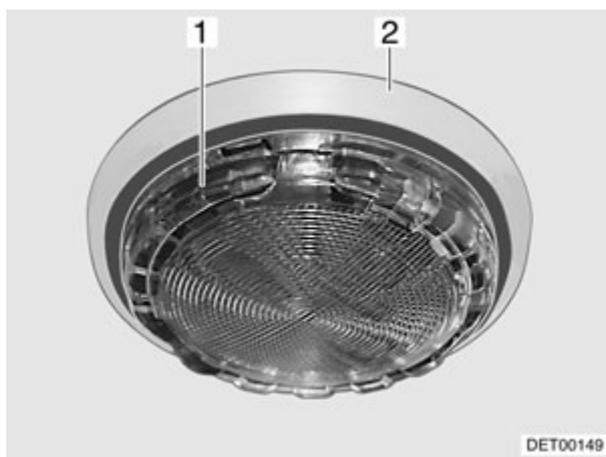

Fig. 202 Lampe lit escamotable (modèle I)
- Enfoncer légèrement le couvercle en verre (Fig. 202,1) dans la douille (Fig. 202,2) et tourner dans le sens inverse des aiguilles d'une montre.